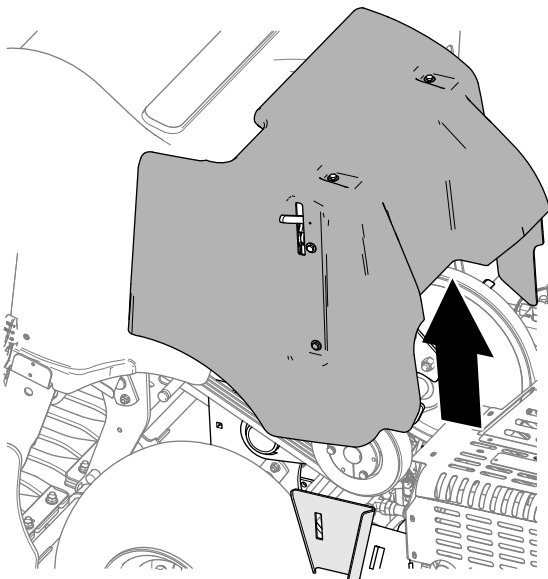

Figura 132
3. Ridicați capacul curelei de pe maină (Figura 132).